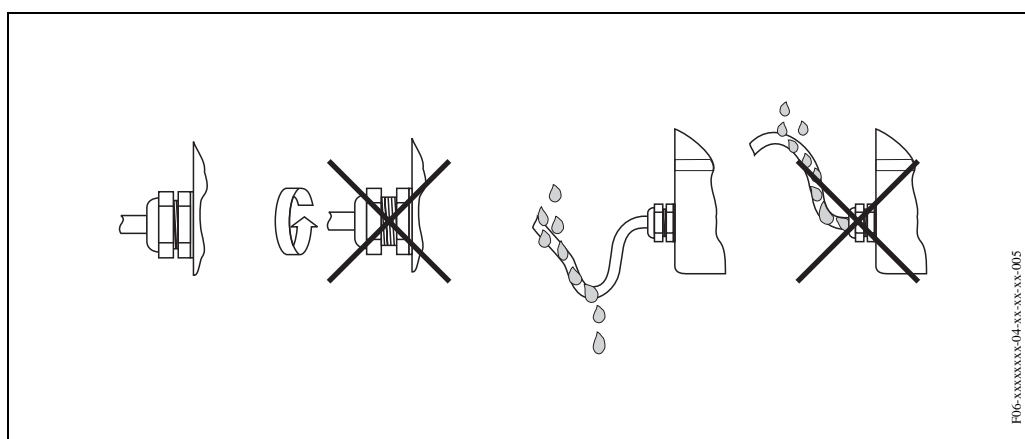

Рис. 34: Указания по монтажу кабельных вводов
- Надежно затянуть кабельные вводы (Рис. 34).
- Подводка кабеля должна осуществляться снизу во избежание попадания воды в кабельные вводы ("ловушка для воды", Рис. 34). Такая компоновка предотвращает попадание воды в кабельные вводы. Расходомер устанавливается таким образом, чтобы кабельные вводы не были направлены вверх.